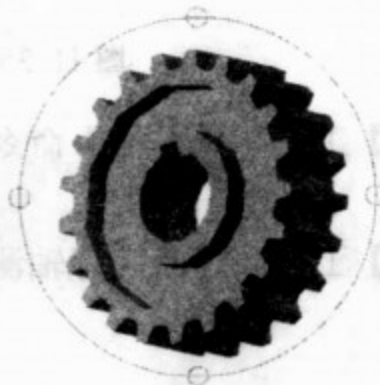

图 11-33 调整视点
(23) 单击【三维动态观察器】工具条【三维动态观察】命令按钮, 用鼠标将齿轮调整适当的角度, 结果如图 11-33 所示。